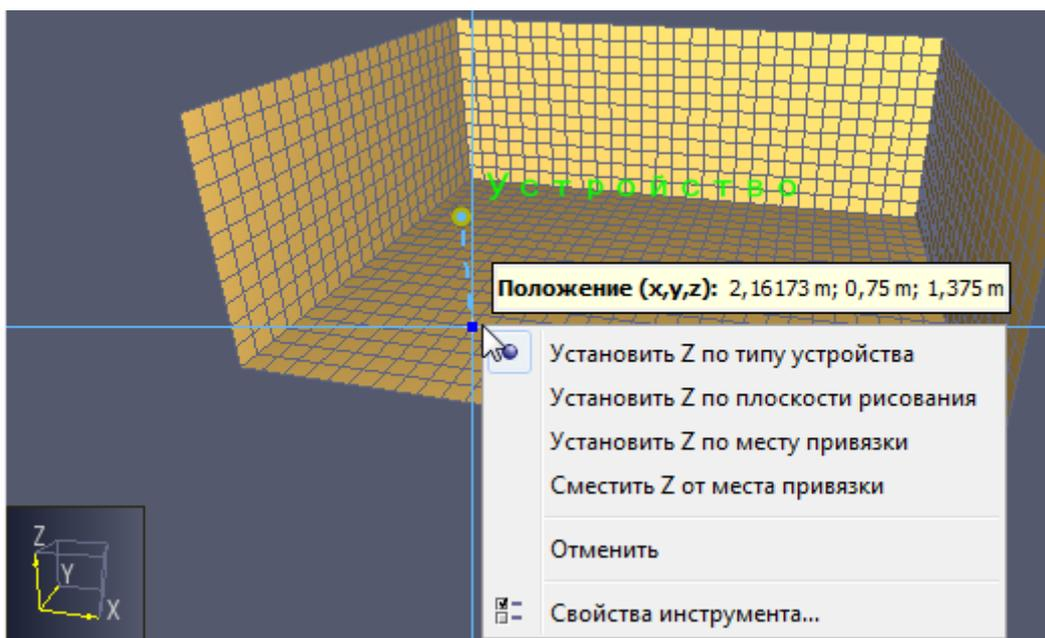

Рисунок 9-24 Создание измерителя в газовой фазе в 3D
**Примечание:** при создании устройства в 3D-виде, положение устройства будет привязываться по-разному, в зависимости от того, является ли устройство измерителем в твердой фазе или в газовой фазе. Для измерителей в твердой фазе устройство привязывается непосредственно к точке под курсором. Это упрощает задачу размещения устройства на препятствии. Для устройств в газовой фазе положение устройства проектируется на плоскость, установленную в свойствах инструмента, как показано на рисунке Рисунок 9-24. Это упрощает задачу рисования устройства на заданной высоте над полом. Поведение привязки можно изменить в контекстном меню, выбрав «**Установить Z по плоскости рисования**» или «**Установить Z по месту привязки**». Первое – автоматическое поведение для датчика в газовой фазе, второе – для датчика в твердой фазе.